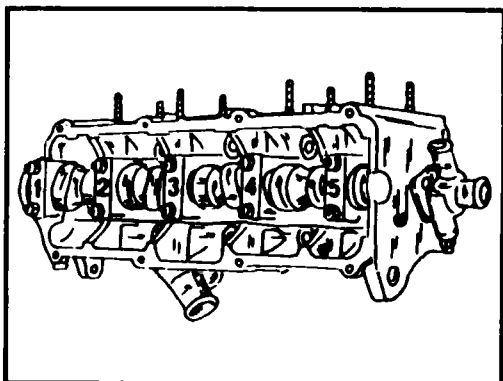

Рис. 2.8 Нумерация крышек подшипников коленвала
◆ Снимите крышки коренных подшипников коленвала. Они обозначаются цифрами (№1 со стороны ременного шкива, №5 со стороны маховика - см. рис. 2.8).
- ◆ Отвинчивайте поэтапно и крест-накрест крышки подшипников номер 1,3,5 (см. рис. 2.8), а затем снимите их.